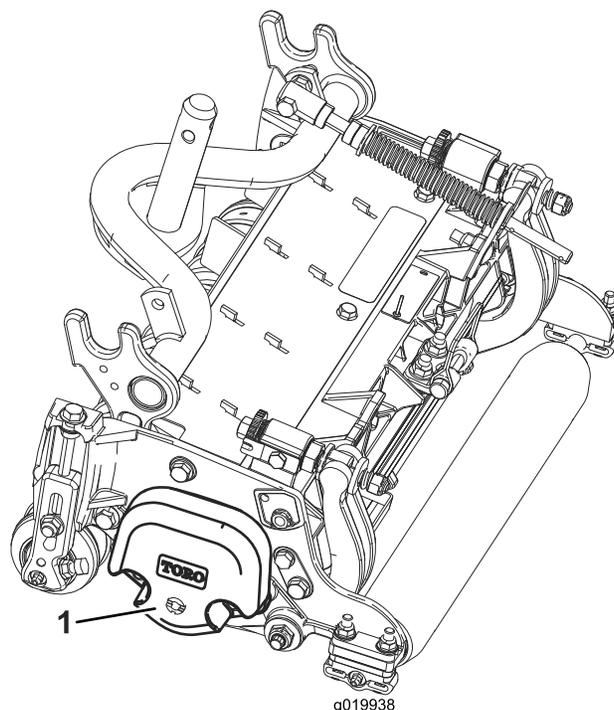

Рисунок 3
5. Убедитесь, что противовес (Рисунок 3) установлен с соответствующего конца режущего блока, как описано в *Руководстве оператора*.